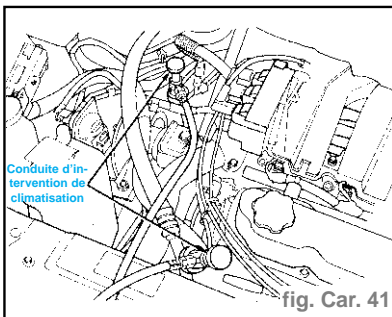

fig. Car. 41
- Brancher une station de remplissage adéquate, un appareil de récupération de réfrigérant et une rampe de manomètres avec pompe à dépression (fig. Car. 41).